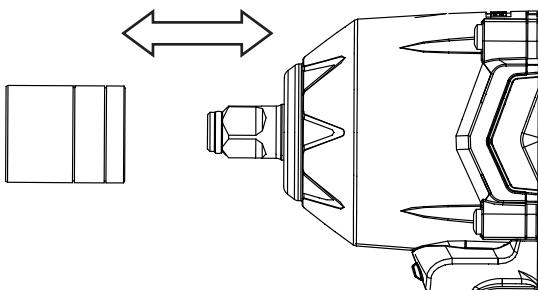

Fig. 3
1. Insérez une douille dans le carré d'entraînement. (Voir la Fig. 3)
1. Retirez la douille de l'enclume directement. (Voir la figure 3)